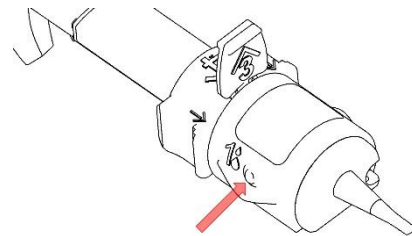

Fig. 1
3. Führen Sie die Kanüle (23G) einer mit viskoelastischem Material gefüllten Spritze vollständig in die kleine Öffnung (siehe "1" in Abbildung 1) ein und behalten Sie einen leichten Druck auf die Kanülenspitze bei. Injizieren Sie das dispersive viskoelastische Material (vorzugsweise HPMC) durch die Öffnung. Sobald sich die beiden Strömungen (Tropfen) der viskoelastischen Lösung oben auf der Linse treffen und zusammenfließen, ist eine ausreichende Menge eingefüllt worden.